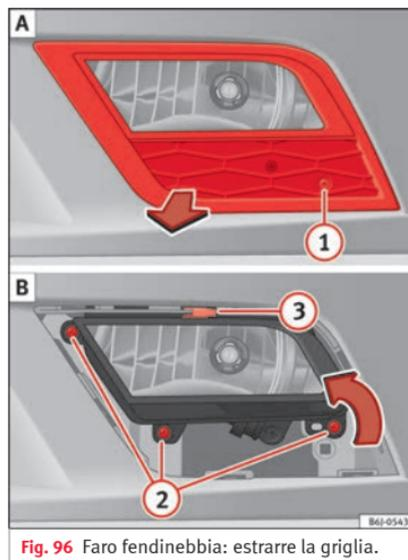
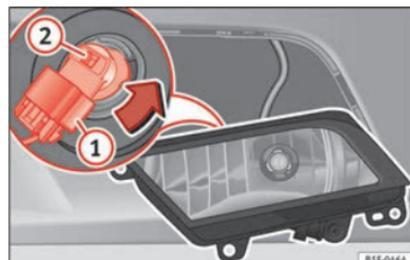

Fig. 96 Faro fendinebbia: estrarre la griglia.
Fig. 97 Faro fendinebbia: smontare il porta-lampada.
- Rimuovere la vite ►► **fig. 96** ① dalla griglia del faro fendinebbia mediante un cacciavite.
- Rimuovere le 3 viti ②.
- Rimuovere la graffetta metallica situata nella parte superiore del faro fendinebbia tirando verso l'esterno del veicolo ③ ed estrarre il faro fendinebbia.
- Estrarre il connettore ►► **fig. 97** ① della lampada.
- Ruotare il portalampadine ►► **fig. 97** ② verso sinistra e tirare.